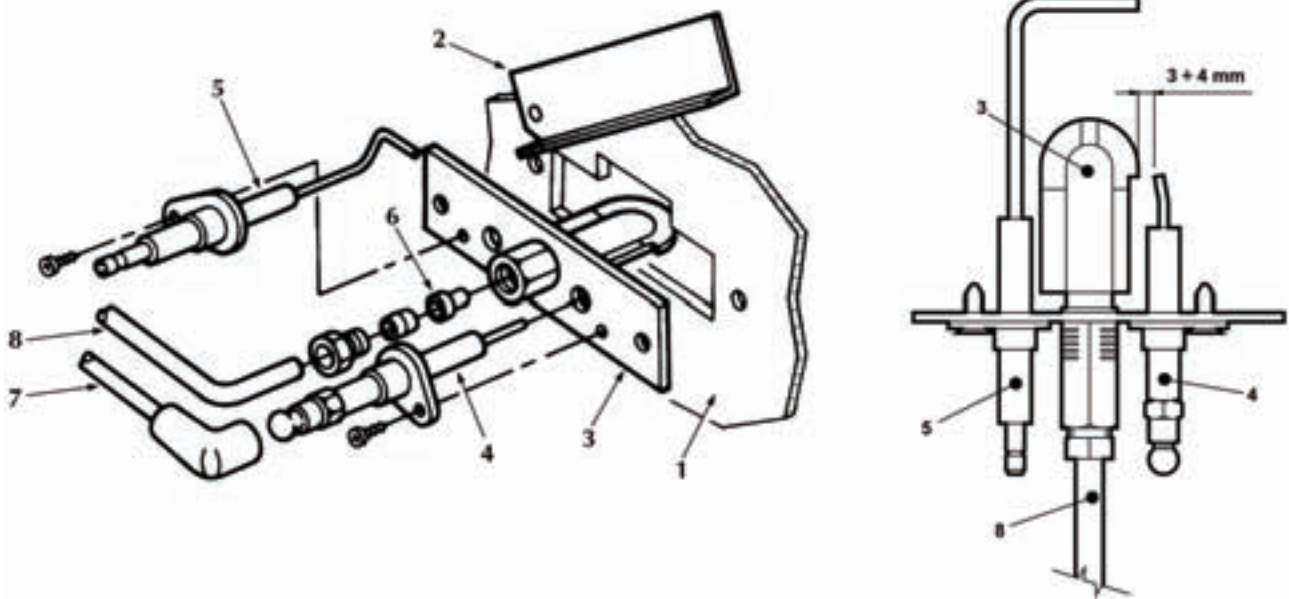

рис. 22 - Пилотная горелка
- Электроды не должны иметь накипи и быть правильно установленными (см. рис. 22).